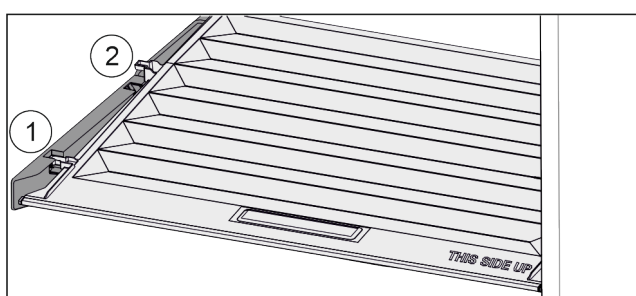

Fig. 134
- ▶ Tirer le couvercle vers l'avant jusque dans l'orifice des pièces de retenue Fig. 134 (1).
- ▶ Le soulever par le bas à l'arrière et le sortir par le haut Fig. 134 (2).